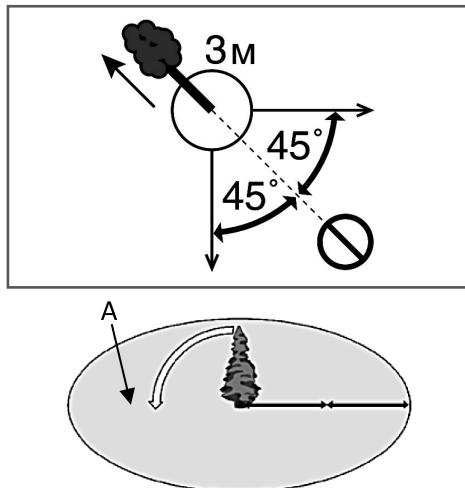

Рис. 10 Зона безопасности при валке дерева
ти минимум на 3 метра от ствола, на тот случай, если во время падения комель дерева отскочит в сторону. Зона безопасности (A) должна быть не менее $2\frac{1}{2}$ высоты дерева (Рис. 10).